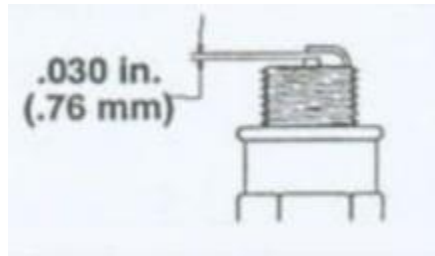

Figura 9
3. El espacio de separación de la bujía está ajustado a 0,76 mm. (Figura 9)